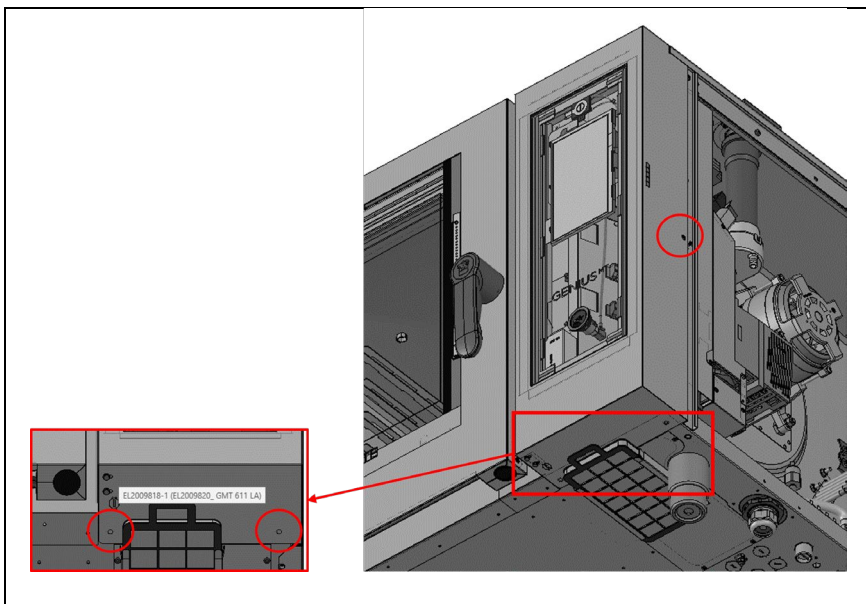

Abb. 10: Schließen des Bedienpanel
6. Das Bedienmodul wieder Schließen und mit den Schrauben fixieren. Im Anschluss den Liftfilter wieder einsetzen. (Abb. 10)